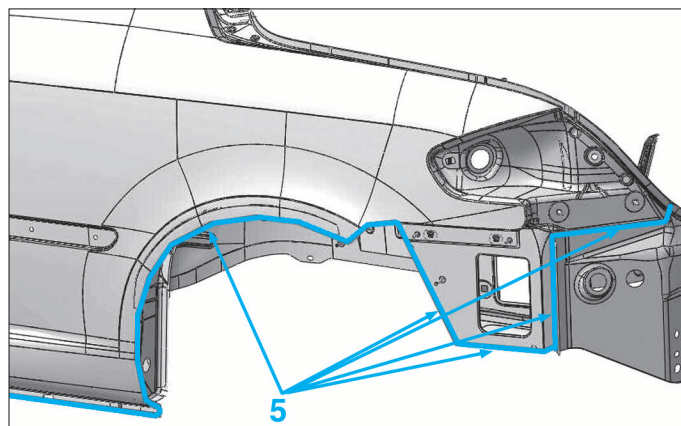

FIG. 69
- Appliquer du mastic suivant les lignes (5) sur le bord inférieur de l'aile (Fig.69).